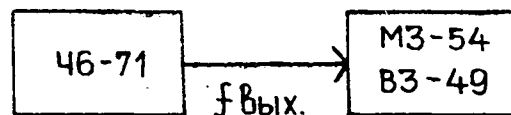

Рис. 9. Структурная схема измерения уровня выходного сигнала.
12.3.5. Проверка уровня выходного сигнала синтезатора частоты Ч6-71 определяется измерением напряжения и мощности, снимаемым с разъема "⊖", расположенного на передней панели прибора Ч6-71, согласно структурной схеме, приведенной на рис.9.
Проведите операции согласно структурной схеме на рис.9, только к разъему " Ⓞ " прибора Ч6-71 подключите непосредственно измерительную головку прибора МЗ-54.